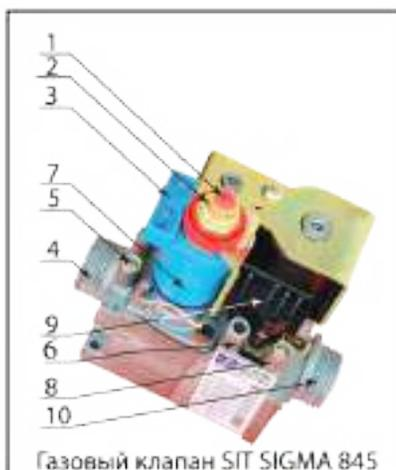

Рис. 2 Газовый клапан
1. Проверьте подачу электропитания на основной разъем (Рис.2, поз. 9) газового клапана (220 В, 50 Гц).
2. Проверьте подачу электропитания на контакты модулятора (Рис.2, поз.7)